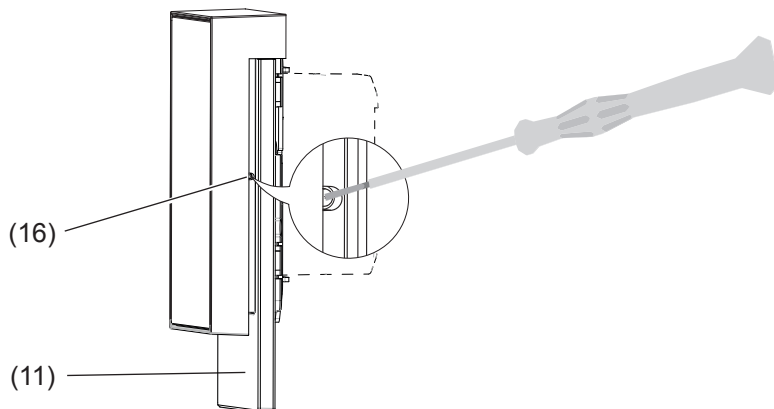

Figure 12 : démontage
- Insérer un objet étroit, par ex. un tournevis plat de précision ou un fil de fer rigide dans l'ouverture de démontage (16) entre la plaque décorative (11) et l'afficheur (figure 12). Lors de cette opération, pousser la fermeture à déclic à ressort vers l'arrière au niveau de la bague support (12) avec précaution et soulever légèrement l'appareil avec plaque décorative.
- Pousser légèrement les fixations pour la plaque décorative (15) vers l'intérieur et retirer la plaque décorative.